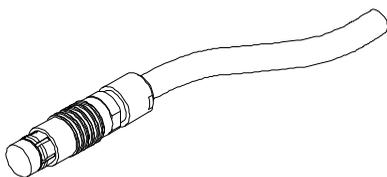

Figura L-4 Conector de sonda de corrientes de Foucault de 19 pines
- El segundo tipo es un conector de 19 pines (vea la Figura L-4 en la página 190) usado en las sondas de corrientes de Foucault de bobinas múltiples.